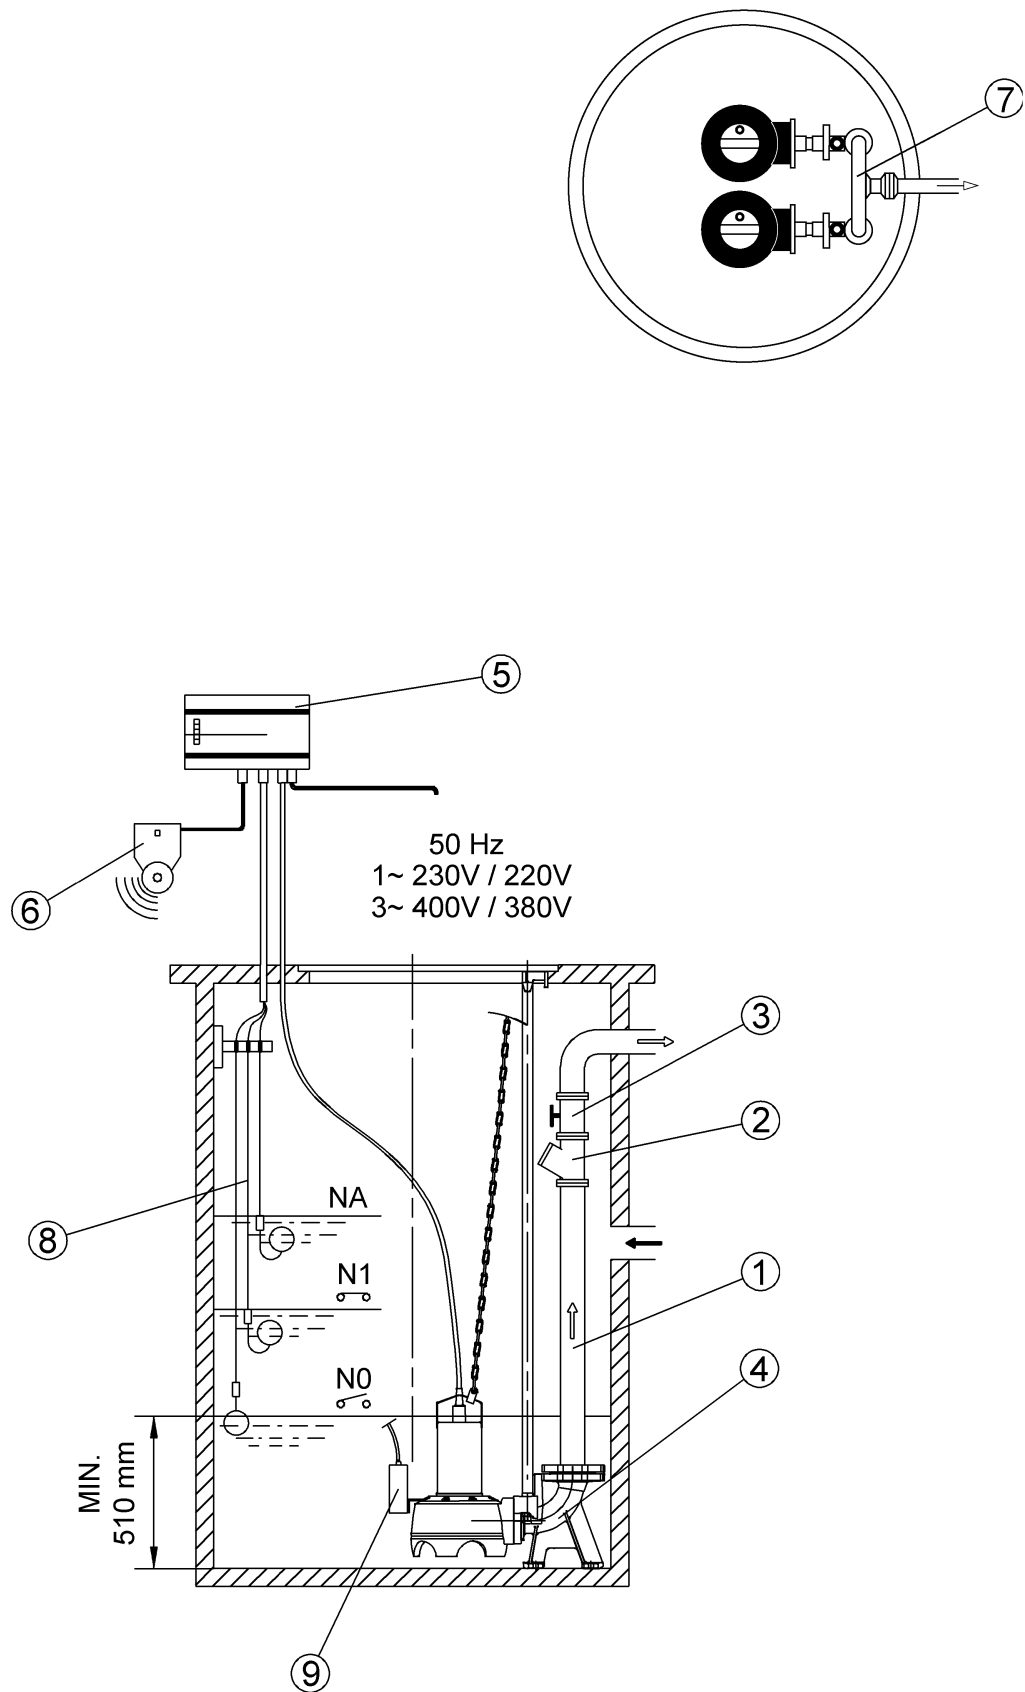

Fig. 3
При эксплуатации одного насоса он включается (N1) и отключается (N0) выключателем уровня (Рисунок 3). При эксплуатации сдвоенного насоса второй насос устанавливается на более высокий уровень включения и отключения (N2) (Рисунок 4). При достижении максимального уровня в шахте срабатывает аварийный выключатель уровня (NA).